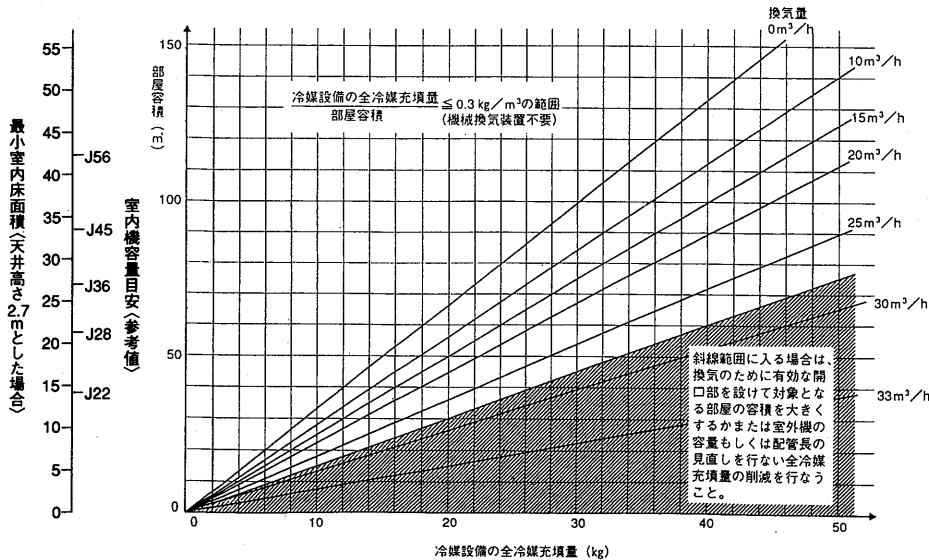
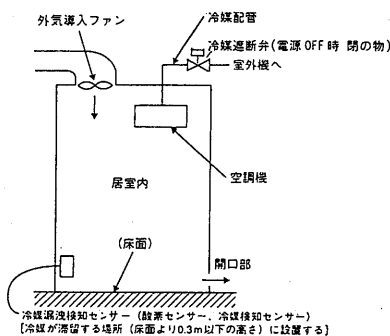

図1 換気量によるシステムの選定
図4 常時換気システムと冷媒遮断弁の併設
換気量は対象冷媒設備の全冷媒充填量と部屋容積によって図1に示す量以上としてください。
- (a)換気システムを設置する場合でも図1の斜線で示す範囲は万一の換気システムの故障を考え選定しないようにしてください。この範囲に入る場合は原則的に**対応1****対応2**に示すように換気のために有効な開口部を設けて対象となる部屋の容積を大きくするかまたは、室外機容量もしくは配管長の見直しを行い全冷媒量の削減を行ってください。
- (b)換気システムを設置した場合で図1の斜線で示す範囲に入り、**対応1****対応2**がとれない場合は、換気システムとは別の独立した安全確保のための手段を設けてください。具体的には冷媒漏洩時のセンサーによって作動する冷媒遮断弁や在室者の危険を知らせる確実な警報システムの併設です。この場合センサーは上記換気システム作動用のセンサーとは別にしてください。図4に冷媒遮断弁併設の場合を示します。